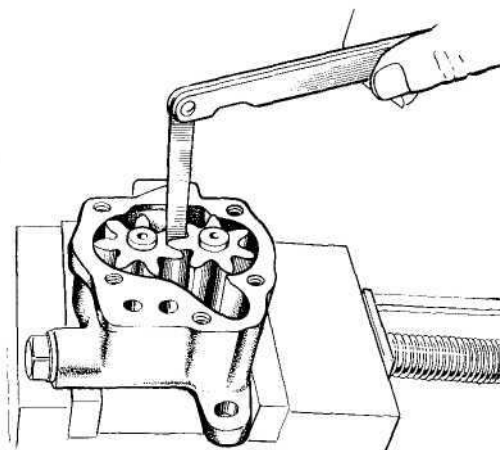

Рис. 93. Проверка зазора между рабочими поверхностями зубьев в зацеплении шестерён
- проверьте зазор (рис. 93) между рабочими поверхностями зубьев в зацеплении шестерён. Этот зазор должен быть 0,12...0,30 мм (предельно допустимый — 0,35 мм). При превышении этого зазора шестерни замените. Допустимые размеры деталей масляного насоса и его привода указаны в табл. 2;